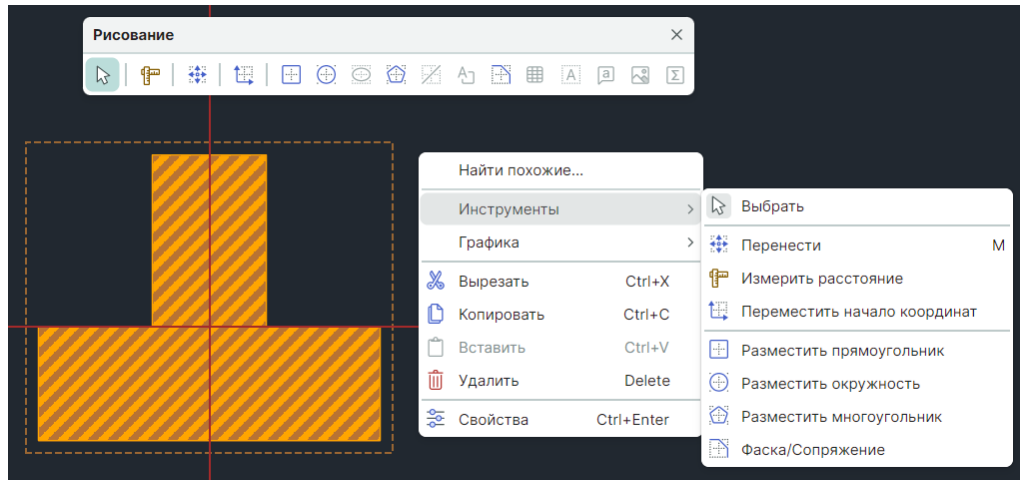

Рис. 52 Выбор инструмента и формирование фигуры
6. Сформируйте форму, используя инструменты графического редактора для создания замкнутой фигуры, из панели инструментов «Рисование» или из контекстного меню окна редактора фигуры, см. Рис. 52.